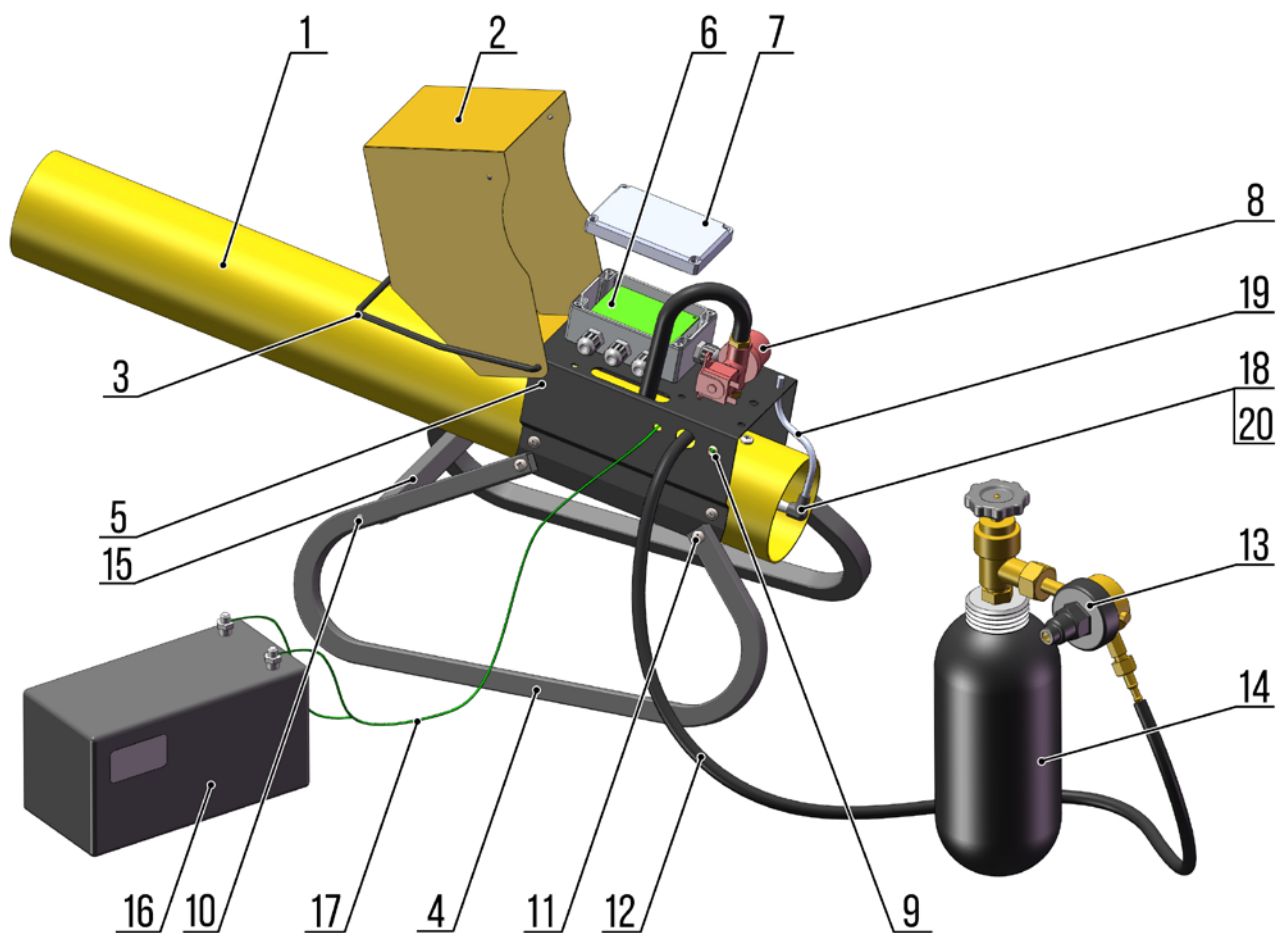

Рисунок 2 – Расположение основных частей изделия
2.2.2.4 Настройка режимов работы. Поднимите кожух (поз. 2, рис. 2). Отверните 4 винта и снимите крышку блока управления (поз. 7, рис. 2).